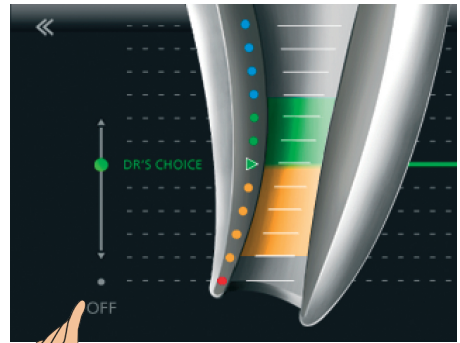

Fig. 25 Sfiurare leggermente OFF
- Per annullare la linea apicale DR'S CHOICE, tornare al menu Impostazioni, selezionare DR'S CHOICE e toccare leggermente OFF (Fig. 25).